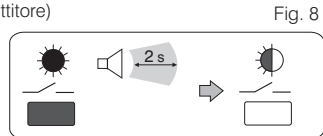

Fig. 8
- Mantenere premuto il **tasto “—/—”** fino alla emissione di un singolo segnale acustico, quindi rilasciarlo: il **LED è lampeggiante** (fig.8).